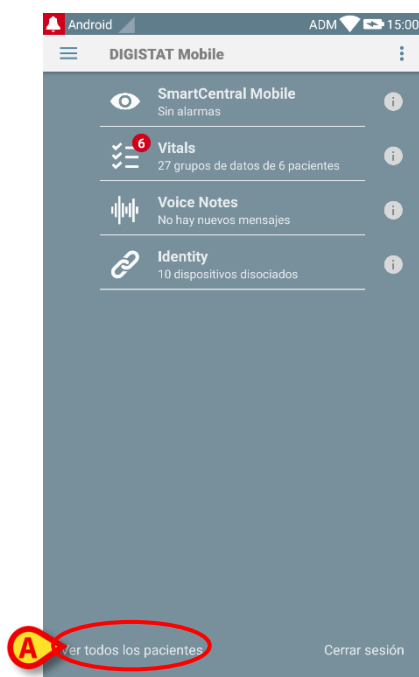

Fig 31
En el ángulo inferior izquierdo de la pantalla que presenta la lista de módulos, se especifica si el dispositivo está actualmente configurado en “Mis pacientes” o “Todos los pacientes” (Fig 31 **A**).
- Tocar la indicación (Fig 31 **A**) para visualizar la lista de pacientes gestionados (Fig 32).